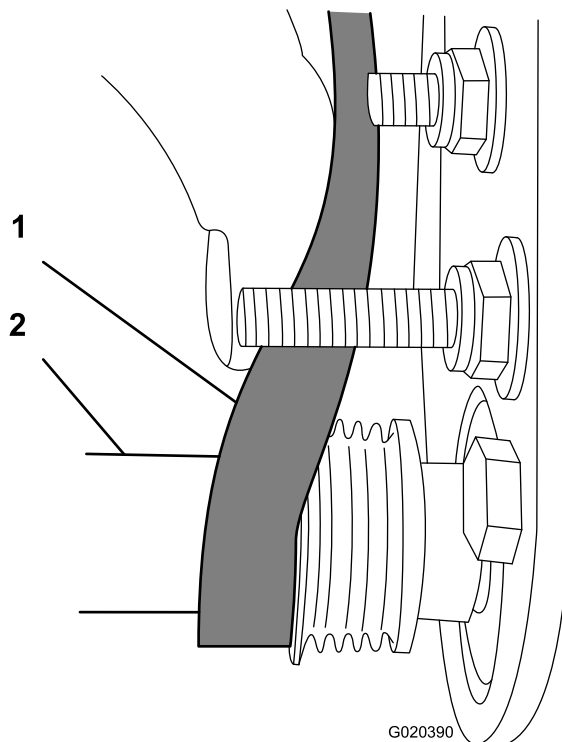

图 27
- C. 使用 9/16 英寸 深套管旋转滚筒刷组件并把皮带引入从动皮带轮图 27。